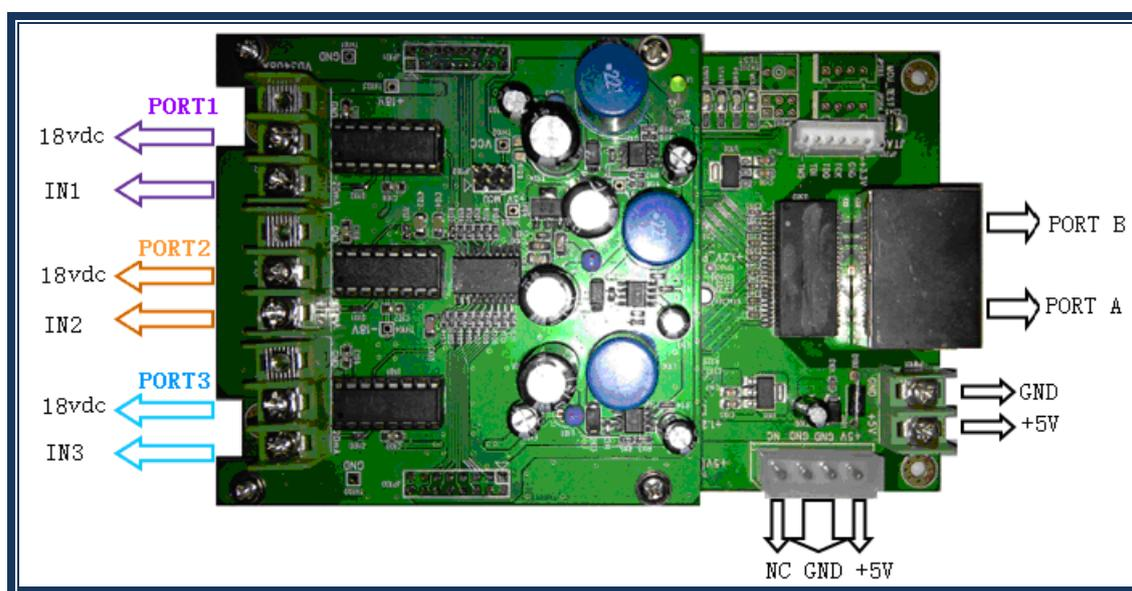

图 3-5
接线端子空闲即可,如图 3-5 所示。关于探头设备推荐详见《5.1.3 环境监测探头》。
- 步骤 3 连接探头: 选择亮度、温度及湿度采集探头,固定探头位置,将探头连接线与环境监测器信号输入端连接,注意信号线、电源线位置不能接错,端口顺序要正确:Port1 接照度探头、Port2 接温度探头、port3 接湿度探头,如图 3-5。(均为可选,即可以不连接)。